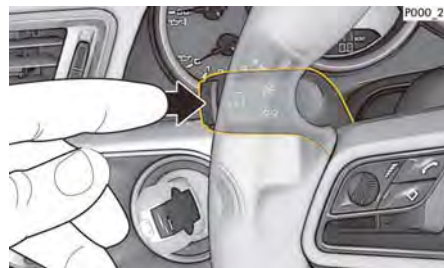

図216: 操作レバーのボイス・コントロール・ボタン
1. 操作レバーの **MC** を押してください (図216)。起動音が鳴り、ボイス・コントロールのアイコン **MC** がPCMに表示されます。
- ▶ 操作レバーの **MC** を押してください (図216)。終了音が鳴ります。
操作レバーの **MC** (図216) ボタンは、アプリケーションに応じて様々な機能を開始することができます。
1. 操作レバーの  を押してください (265 ページ: 図216)。コマンド例のリストが表示されます。